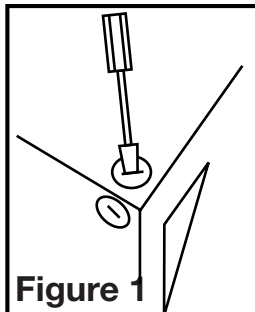

Figure 1
- Choisir un emplacement pour votre ventilateur. Pour garantir la meilleure qualité d'air et performance acoustique, il est recommandé que la longueur de la canalisation et le nombre de coudes soient réduits au minimum, que le rayon de chaque coude soit aussi grand que possible pour l'installation, et que des conduits rigides isolés soient utilisés. Ce ventilateur nécessitera au moins 20,3cm (8po) de dégagement dans le plafond ou le mur, et s'installe au travers de cloison sèche d'une épaisseur de jusqu'à 1,9cm(3/4po). Le ventilateur s'installe entre 40,6cm ou 61cm (16po ou 24po) au centre des solives à l'aide des quatre (4) traverses de montage incluses.
- Sélectionnez le knock-out électrique le plus pratique et retirez à l'aide d'un tournevis à lame droite et installez un connecteur électrique approuvé (Figure 1).